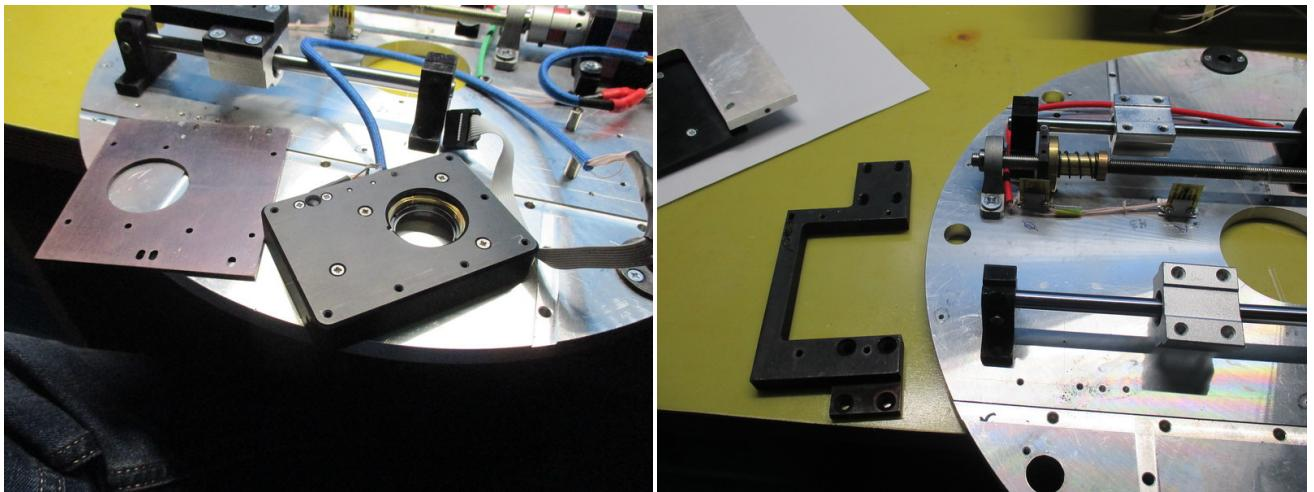

Рис. 25: Отсоединение ротатора от пластины, съем кронштейна.
**14.** Открутить винты, стягивающие пластину и ротор. Снять ротор фазовой пластины. Открутить фиксатор и извлечь фазовую пластину. Выкрутить винты, крепящие С-образный кронштейн к подшипниковым узлам транслятора и отделить кронштейн (см. рис. 25).